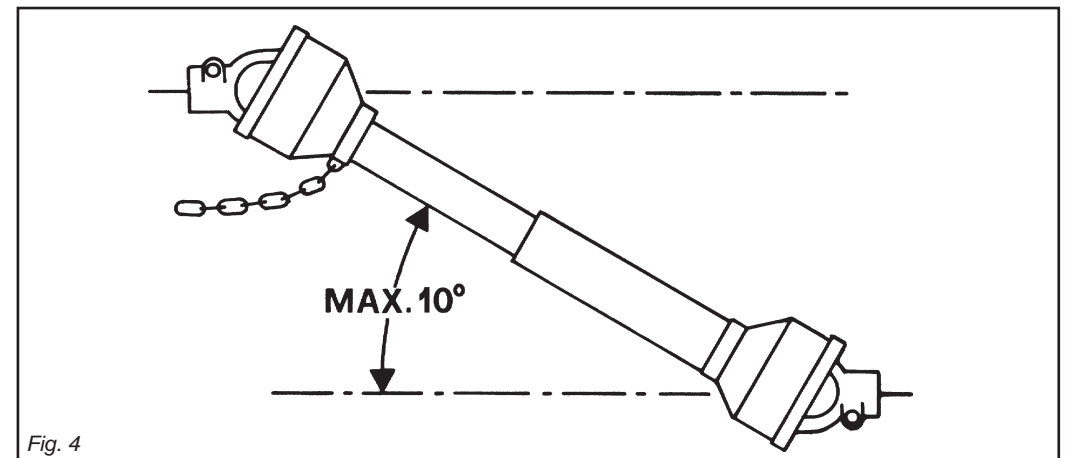

Fig. 4
- 40) Disinserire, sempre, la presa di forza quando l'albero cardanico fa un angolo troppo aperto (mai oltre i 10 gradi - Fig. 4) e quando non viene usata.
- 40) *Always disengage the pto when the cardan shaft is set at an excessively open angle (never beyond 10 degrees - Fig. 4) and when it is not in use.*